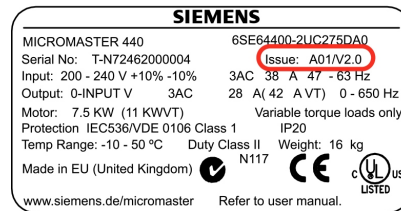

Bild 2-1 Umrichter-Typenschild
2. Durch Nachsehen auf dem Typenschild des Umrichters wie in Bild 2-1 gezeigt.